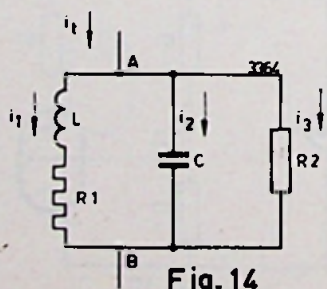

Fig. 14
③ Een parallelkring wordt gedempt door een weerstand R_1 in serie met de spoel en door een parallelweerstand R_2 (zie fig. 14).